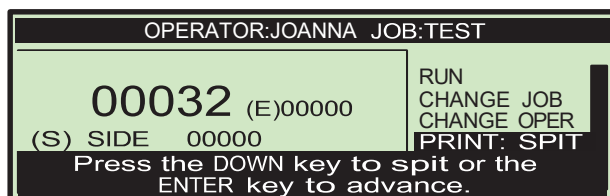

ABBILDUNG 81: Betriebsbildschirm mit PRINT = SPIT (DRUCK = SPRITZEN)
- 2 Drücken Sie mehrmals auf die **Eingabe**-Taste, bis "**PRINT: SPIT**" (**DRUCKEN: SPRITZEN**) mit Anleitungen erscheint, wie auf der Abbildung 81.